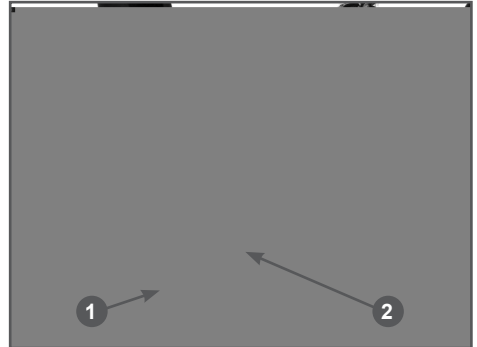

Рис. 10 Крышка ременной передачи
1. Открутите винты крепления и снимите металлическую накладку 1 кожуха шнека и крышку 2 ременной передачи (Рис. 10).